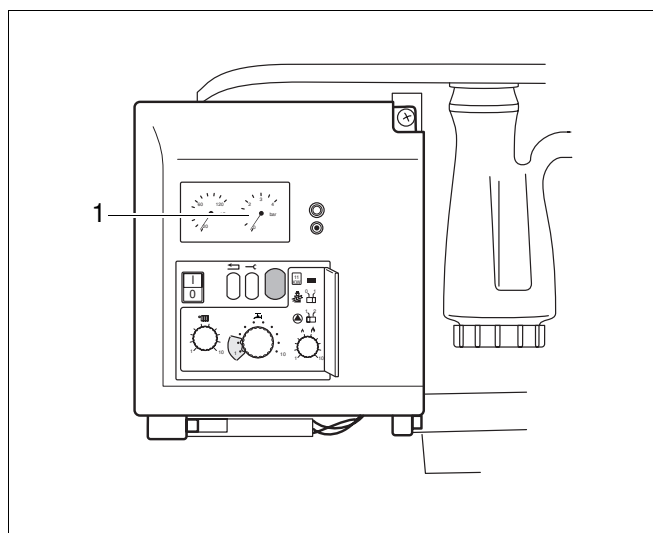

Abb. 5 Druckanzeige
- Wasserhahn öffnen und Anlage bis zu einem Druck von 1,0 bis 1,2 bar (Abb. 5, Pos. 1) füllen. Der max. Wasserdruck beträgt 1,5 bar.